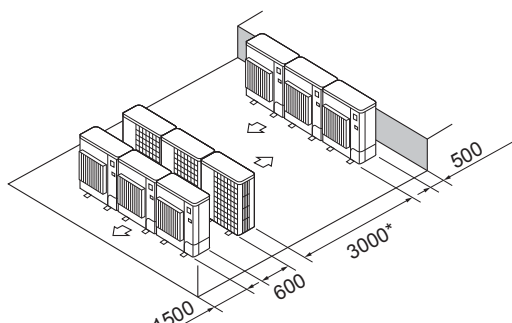

Fig. 2-13
⑫ Plassering av flere parallellenheter (Fig. 2-13)